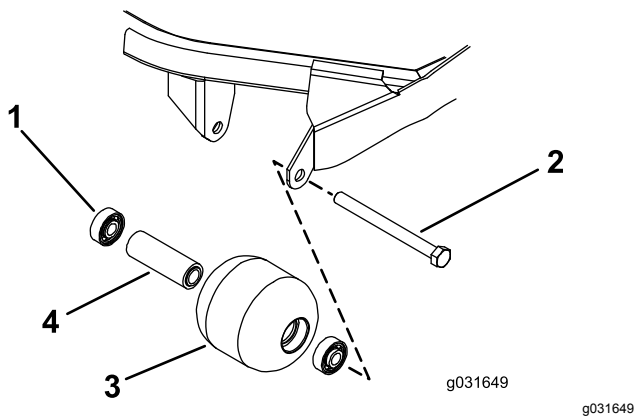

Figura 73
- Retire el perno de montaje del rodillo (Figura 73).
- Inspeccione el alojamiento del rodillo, los cojinetes, y el espaciador del cojinete (Figura 73).
- Haciendo presión solamente sobre el anillo de rodadura exterior, o de forma igual sobre el anillo exterior y el interior, introduzca el primer cojinete en el alojamiento del rodillo (Figura 73).
- Introduzca el espaciador (Figura 73).
- Haciendo presión solamente sobre el anillo de rodadura exterior, o de forma igual sobre el anillo exterior y el interior, introduzca el segundo cojinete en el alojamiento del rodillo hasta que entre en contacto con el espaciador (Figura 73).